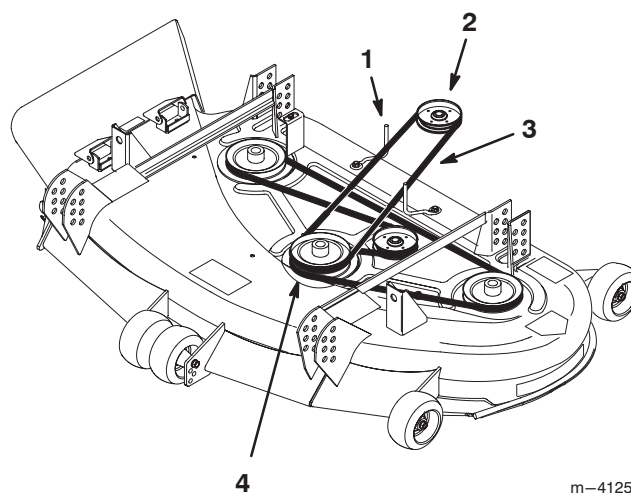

Figure 49
4. Déposez la courroie d'entraînement usagée (Fig. 49).
5. Installez la courroie neuve sur la poulie d'entraînement du groupe de déplacement et dans la gorge supérieure de la poulie d'axe centrale (Fig. 49).